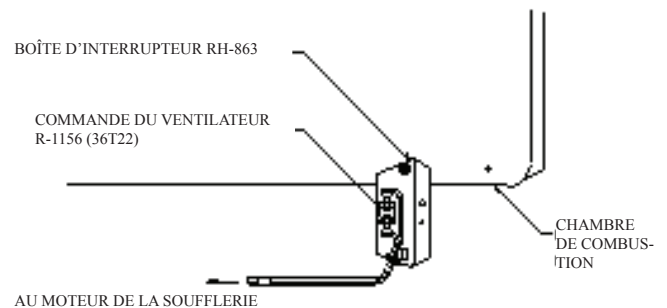

Figure 3
7. Avec la boîte d'interrupteur perpendiculaire à la chambre de combustion, aligner le trou rond libre sur la boîte d'interrupteur avec le trou de vis situé à gauche sur la chambre de combustion. (Voir Figure 3)